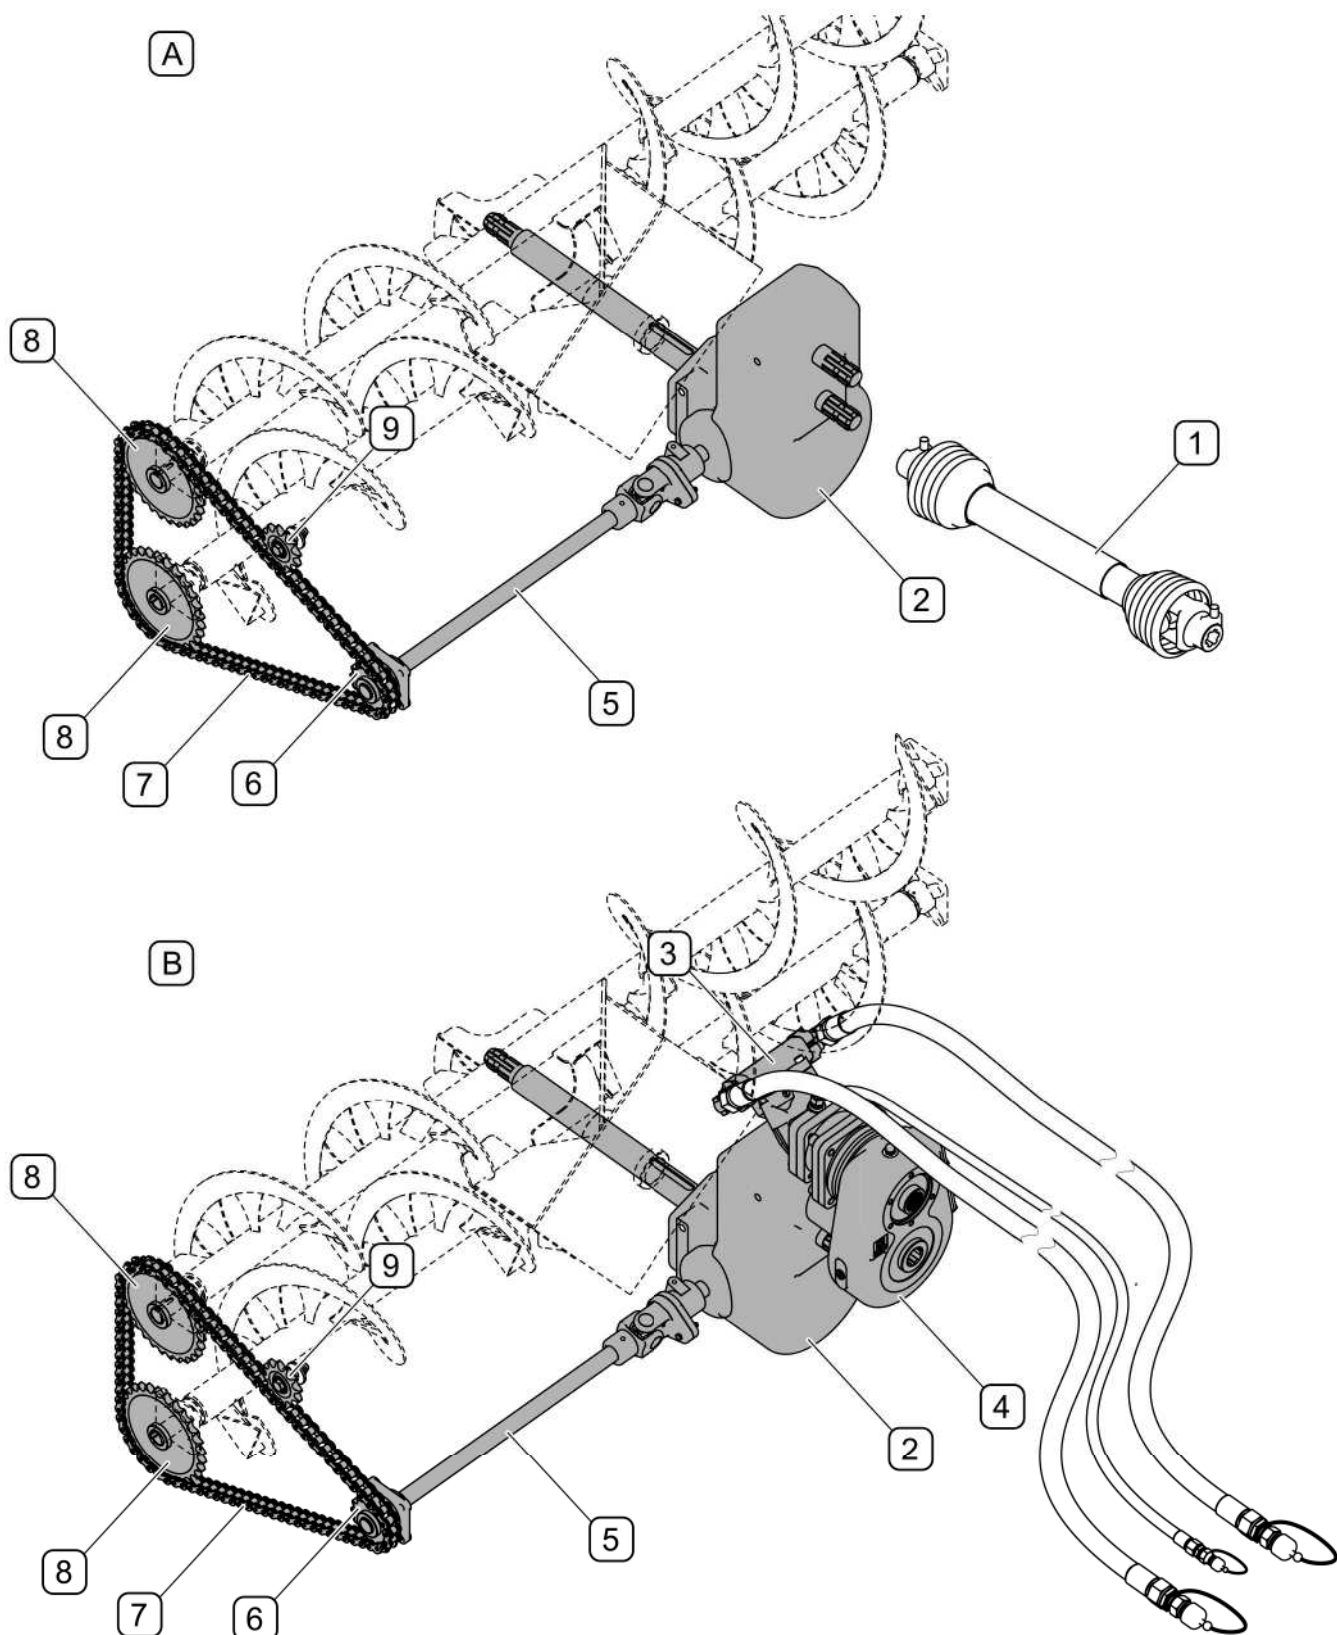

РИСУНОК 3.3 Устройство системы передачи привода
В снегоочистителе OW2.4M (А, РИСУНОК 3.3) привод от вала отбора мощности (ВОМ) транспортного средства передается при посредстве телескопического карданного вала (1) на передачу (2). В снегоочистителе OW2.4H (В, РИСУНОК 3.3) главная передача (2) приводится в действие гидравлическим двигателем (3) и редуктором (4) от гидравлической системы транспортного средства. Передача (2) приводит в действие непосредственно ротор снегоочистителя, а шнеки приводятся в действие при посредстве шарнирного валика и цепной передачи, состоящей из ведущей цепной звездочки (6), цепи (7), двух ведомых цепных звездочек (8) и натяжителя (9).